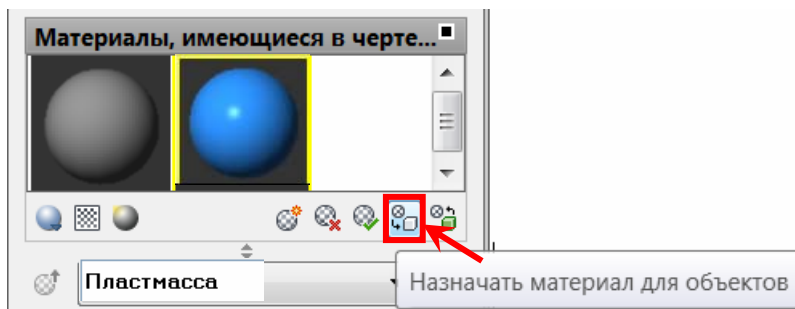

Рис. 6.4
8. Щёлкнуть по кнопке **Назначить материал для объектов** (рис. 6.4) и выбрать при помощи курсора «кисточка» модель призмы с вырезом, **Enter**.